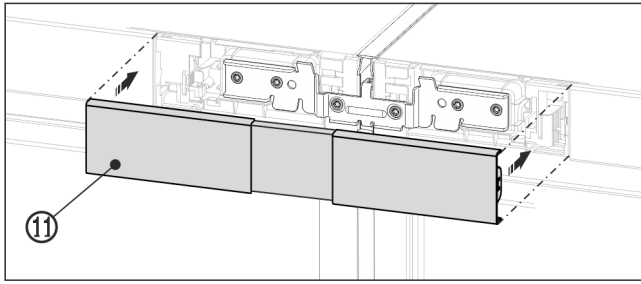

Fig. 23 Beispielhafte Darstellung
- Obere Abdeckung Fig. 23 (11) auf den noch offenen Zwischenraum der beiden Bedienteilblenden aufrasten. Darauf achten, dass die Aussenseiten der Abdeckung bündig mit den Bedienteilblenden abschließen.